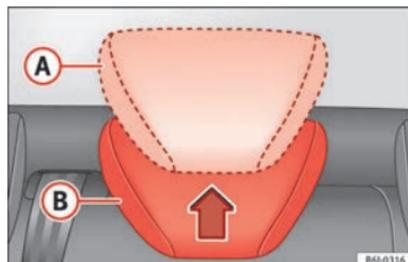

Fig. 49 Ajuste de los apoyacabezas posteriores.
- Posición elevada o de uso (A) »» » fig. 49. En esta posición el apoyacabezas se comporta como un apoyacabezas convencional, protegiendo junto con el cinturón de seguridad al ocupante de las plazas posteriores.
- Posición de reposo, no uso (B) »» » fig. 49. Esta posición facilita la visibilidad posterior al conductor.